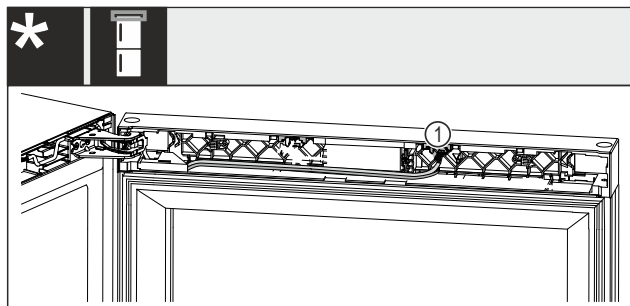

Fig. 23 Комбинации из холодильника для вина и морозильника*
► Вытяните штекер Fig. 23 (1) из гнезда.*